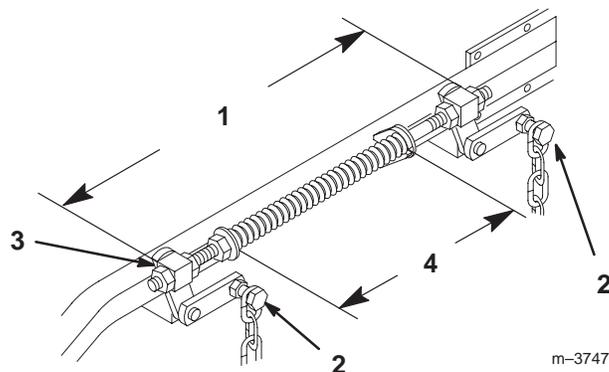

Figure 61
6. Desserrez les 4 boulons de chaîne supérieurs dans les fentes. Vérifiez la longueur des ensembles tige/pivot. Il doit exister un écart de 496 mm entre l'extérieur du pivot arrière et l'extérieur du pivot avant (Fig. 61). Vérifiez que les quatre pivots bougent librement dans les trous.
- Réglez les ressorts de compression en tournant les écrous avant de façon à obtenir un écart de 279 mm entre les deux grandes rondelles (Fig. 61). Tournez les écrous dans le sens horaire pour raccourcir le ressort et dans le sens anti-horaire pour l'allonger.